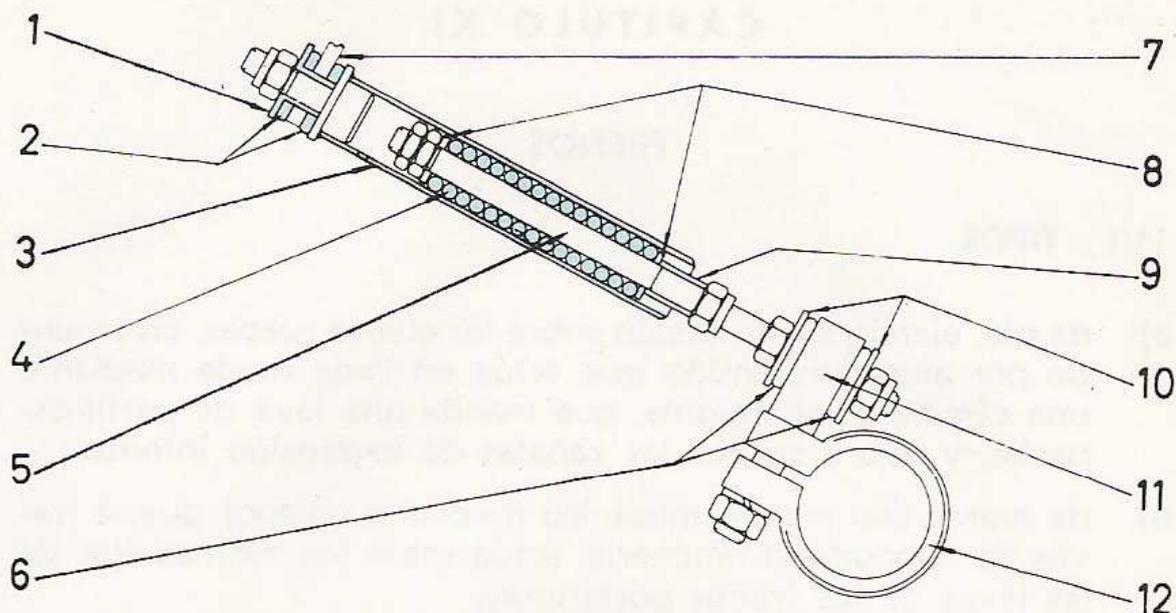

Fig. 10.3. - Amortiguador de la dirección
10.4 AMORTIGUADOR DE LA DIRECCION (fig. 10.3)